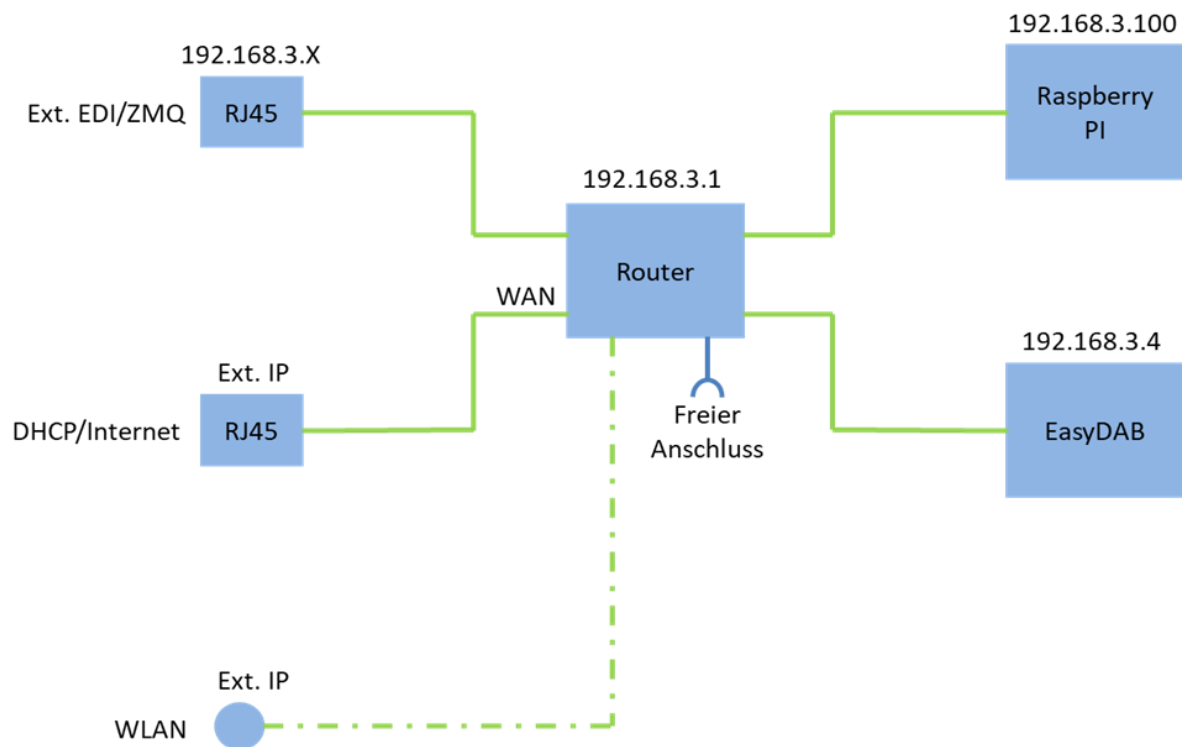

Abbildung 10: Netzwerkplan
Die Kommunikation zwischen dem Raspberry Pi und dem EasyDAB-Board erfolgt mittels Internetprotokoll (IP). Dazu besitzt der Toolbox-Sender sein eigenes Netzwerk. Der Aufbau dieses Netzwerks ist in Abbildung 10 dargestellt. Zur Verbindung mit dem Internet gibt es zwei Möglichkeiten: über ein LAN-Kabel oder über ein WLAN-Netzwerk. Außerdem kann ein EDI-Strom extern über einen zusätzlichen Ethernetanschluss abgegriffen werden oder ein ZMQ/TCP-Strom eingespeist werden.